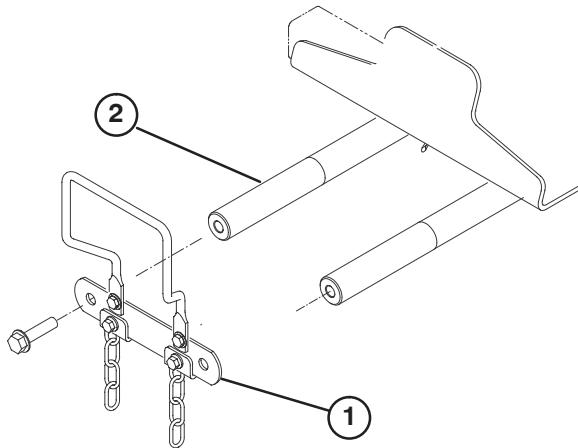

Figure 8
1. Retirez les (2) vis de fixation de la bielle d'axes de pivot aux axes de pivot des bras de levage. Déposez la bielle et les vis et mettez-les de côté (Fig.8).